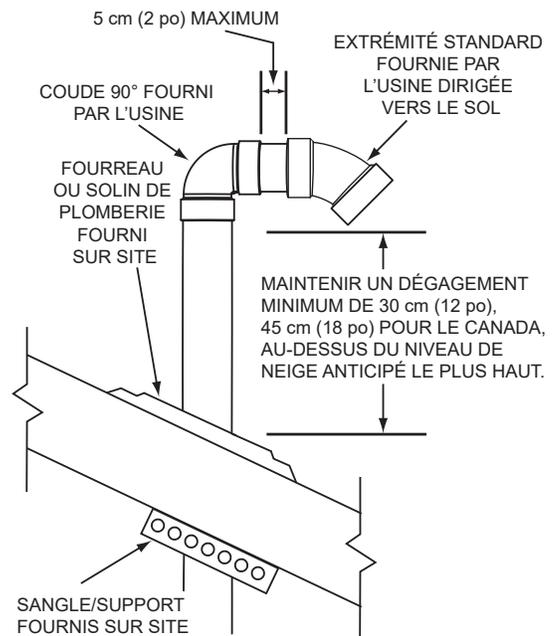
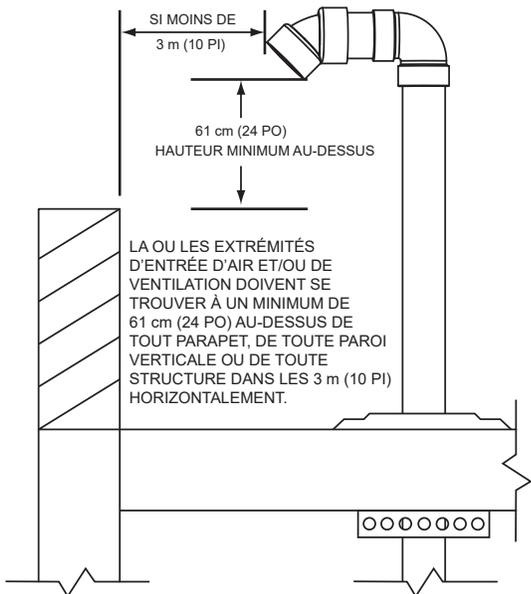
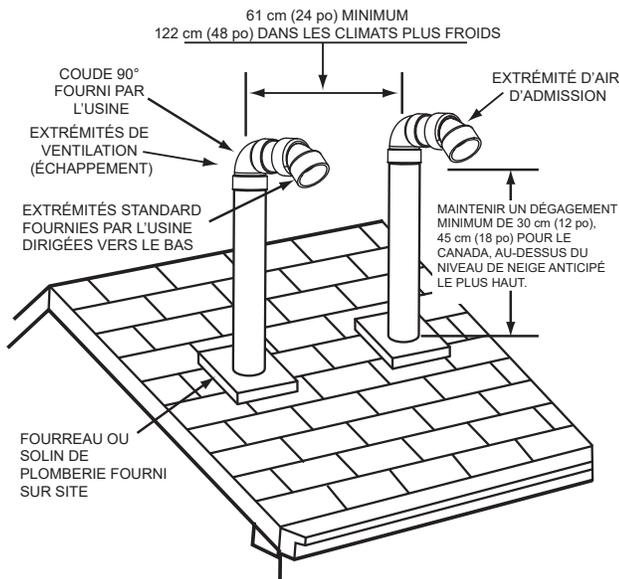

Figure 22. Installation à extrémité(s) verticale(s) :
Figure 23. Dégagement sur toit plat des extrémités verticales - Admission d'air et/ou évacuation (gaz de combustion)
Figure 24. Évacuation verticale - Ventouse : Extrémités standard
- Pour installer uniquement la tuyauterie d'évacuation (gaz de combustion) dans une configuration à dispositif d'évacuation mécanique vertical à travers le toit, s'assurer que tous les dégagements verticaux extérieurs prescrits, illustrés à la **Figure 22** (page 25) et la **Figure 23** (page 26), sont bien respectés. Ces dégagements et ceux cités par les codes locaux et nationaux doivent être maintenus.
- **REMARQUE** : Pour les installations sur toits-terrasses, la bouche d'évacuation doit être d'un minimum de 61 cm (24 po) au-dessus de tout parapet, tout mur vertical ou toute structure se trouvant à moins de 3 m (10 pi) horizontalement. Voir **Figure 23**.
3. Pour installer la tuyauterie d'admission d'air et d'évacuation dans une configuration à ventouse verticale à travers le toit, s'assurer que tous les dégagements verticaux extérieurs prescrits, illustrés à la **Figure 22** (page 25) et la **Figure 23** (page 26), sont bien respectés. Ces dégagements et ceux cités par les codes locaux et nationaux doivent être maintenus.
- **REMARQUE** : Pour les installations sur toits-terrasses, les bouches d'évacuation et d'admission d'air doivent être d'un minimum de 61 cm (24 po) au-dessus de tout parapet, tout mur vertical ou toute structure à moins de 3 m (10 pi) horizontalement. Voir **Figure 23** (page 26).
- La bouche d'évacuation doit être orientée vers le bas comme illustré à la **Figure 22** (page 25) et la **Figure 23** (page 26).
- Le bord inférieur de la bouche d'évacuation doit être d'un minimum de 30 cm (12 po), 45 cm (18 po) au Canada, au-dessus du niveau moyen ou attendu de la neige comme illustré à la **Figure 22** (page 25).
- Les tuyaux d'admission d'air et d'évacuation doivent pénétrer le même côté du toit comme illustré à la **Figure 24** (page 26).
- Les bouches d'admission d'air et d'évacuation doivent être orientées vers le bas et dans le même sens comme illustré à la **Figure 24** (page 26).
- Les bouches d'admission d'air et d'évacuation doivent avoir une séparation minimale de 61 cm (24 po) mesurée entre leurs axes médians comme illustré à la **Figure 24** (page 26). Dans les climats plus froids, cette séparation doit être augmentée jusqu'à au moins 122 cm (48 po).
- Le bord inférieur des bouches d'admission d'air et d'évacuation doit être d'un minimum de 30 cm (12 po), 45 cm (18 po) au Canada, au-dessus du niveau moyen ou attendu de la neige comme illustré à la **Figure 22** (page 25) et la **Figure 24** (page 26).
- La distance entre les bouches d'évacuation et d'admission d'air les plus proches doit être d'un minimum de 61 cm (24 po) comme illustré à la **Figure 24** (page 26). Dans les climats plus froids, cette séparation doit être augmentée jusqu'à au moins 122 cm (48 po).
8. Suspendre le ou les tuyaux par le centre du trou à l'aide d'un cerclage en métal ou de matériaux de support équivalents comme à la **Figure 22** (page 25).
9. Enfiler un fourreau de toit ou un solin équivalent sur le tuyau et sécuriser le fourreau ou le solin équivalent au toit et sceller autour du solin comme illustré à la **Figure 22** (page 25), la **Figure 23** et la **Figure 24** (page 26).
10. Poser la ou les bouches d'admission d'air et/ou d'évacuation fournies par le fabricant à l'aide de tuyau (non fourni) et d'un coude à 90° (non fourni) comme illustré à la **Figure 22** (page 25). La section courte du tuyau qui raccorde le coude à 90° (non fourni) et la bouche fournie par l'usine ne doit pas être de longueur excessive. La portion exposée de ce tuyau sera inférieure à 5 cm (2 po).